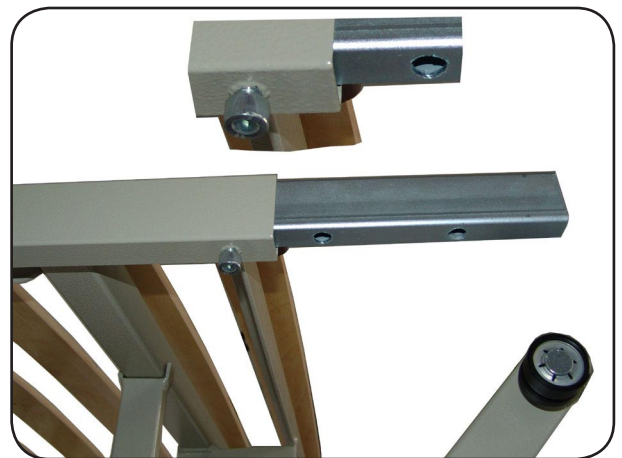

Abbildung 12
- Lösen Sie die Innensteckrohre von der Fußauflage. Stecken Sie die einzelnen Innensteckrohre in die Längsrohre der Kopfauflage ein und schrauben Sie zwei Zylinderschraubbolzen aus dem Beutel zur Fixierung lose ein (Abbildung 12).